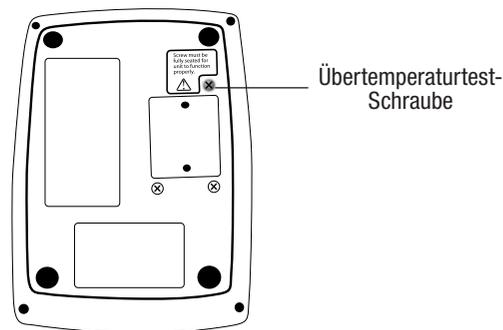

Abb. 3: Übertemperaturtest-Schraube für Ranger Spülflüssigkeitserwärmungseinheit
7. Zum Lösen der Übertemperaturschraube auf der Unterseite der Spülflüssigkeitserwärmungseinheit siehe Abb. 3. Es ertönt ein leises Klicken, wenn der Mikroschalter öffnet. **Eine weitere halbe Drehung lösen.** Das Gerät ist jetzt im Übertemperatur-Testmodus, und die Temperatur sollte auf der Anzeige steigen. Vergewissern Sie sich, dass bei 48°C ein Alarmsignal ertönt, das Alarmlämpchen aufleuchtet und das Display abwechselnd „HI“ und die Temperatur anzeigt.